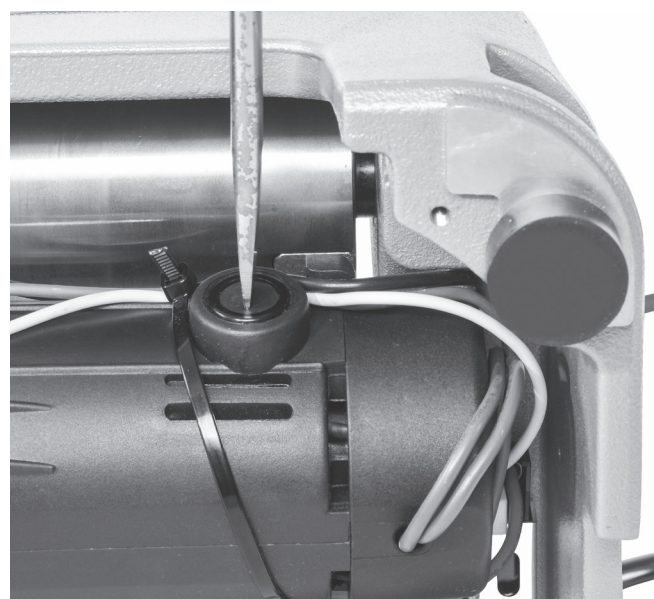
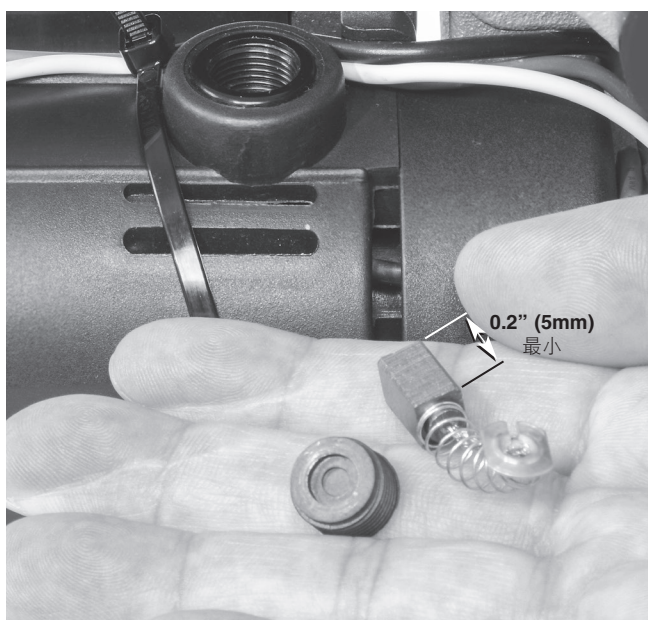

图 17 – 移除电刷盖
图 18 – 检查刷长度
3. 使用螺丝刀拧下螺钉并拆下电刷盖（图 17）。轻轻地移除碳刷并检查长度（图 18）。如果刷长度小于 0.2" (5mm) 则进行更换。